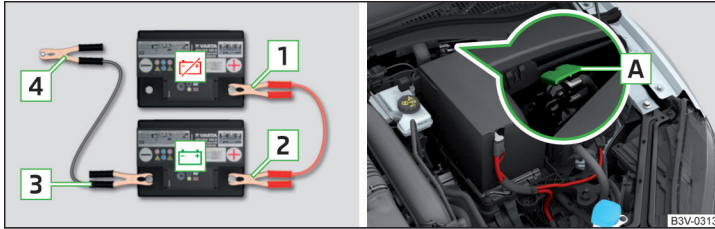

Abb. 343 Starthilfe: - entladene Batterie, - stromgebende Batterie / Massepunkt des Motors beim START-STOPP-System
- Bei Fahrzeugen **mit** dem START-STOPP-System die Klemme **4** am Massepunkt des Motors **A** befestigen » Abb. 343.